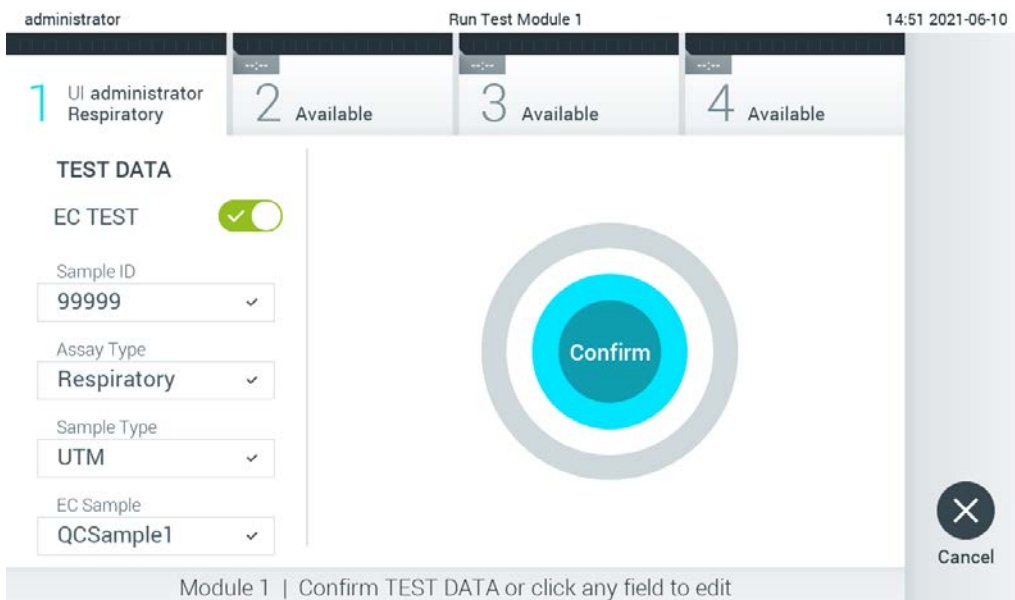

Abbildung 92: Bildschirm Confirm (Bestätigen).
7. Der Bildschirm Confirm (Bestätigen) wird angezeigt. Überprüfen Sie die eingegebenen Daten und nehmen Sie die erforderlichen Änderungen vor, indem Sie die relevanten Felder auf dem Touchscreen drücken und die Informationen bearbeiten (Abbildung 92).